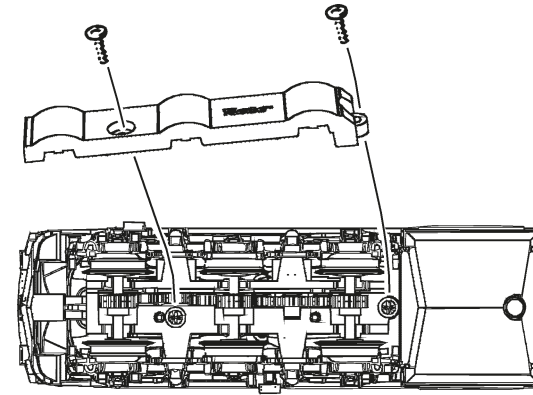
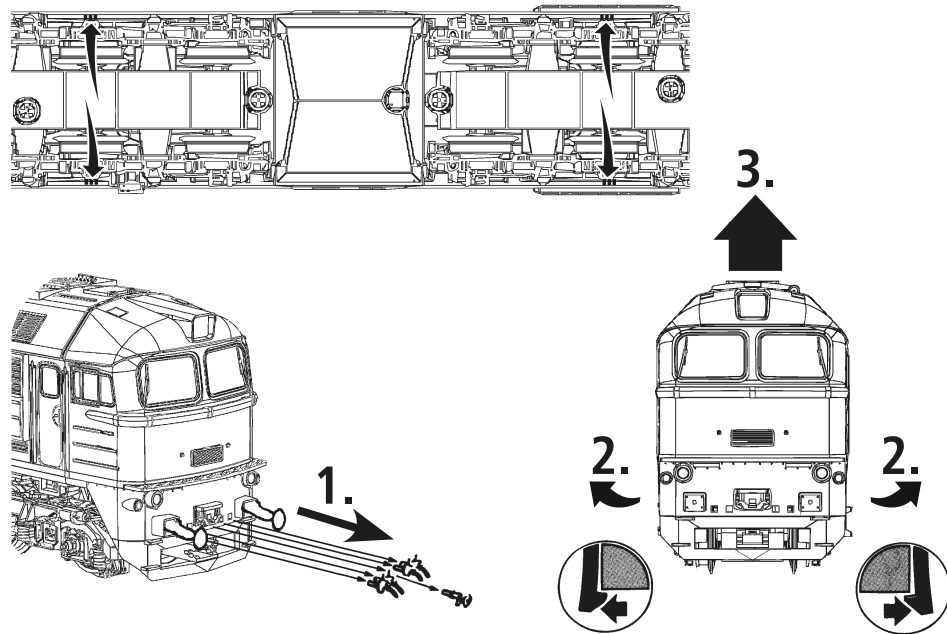

Fig. 3
Fig. 5
**Mehrzugbetrieb:** Zuerst Lokgehäuse abnehmen (Fig. 3). Danach den Brückenstecker aus der Schnittstelle entfernen (diesen sorgsam aufbewahren). Danach den Stecker des Steuerbausteins lagerichtig einsetzen (siehe Fig. 5).
**2. Schmierung:** Versehen Sie die im Schmierplan in Fig. 7 gekennzeichneten Stellen mit nur **kleinen Öltropfen**. Dazu zuerst das Lokgehäuse abnehmen (Fig. 3). Wir empfehlen den **ROCO Öler Art.-Nr. 10906**. Fürs Schmieren der Getriebeteile (Zahnräder, Schnecke) empfehlen wir das **ROCO-Spezialfett Art.-Nr. 10905**. Im Falle der Schmierung diese Teile **nicht ölen**.
**4. Kohlebürstenwechsel:** Lokgehäuse abnehmen (Fig. 3). Danach wird der Motor ausgebaut und die Kohlebürsten ausgewechselt (Fig. 9).
Remove the jumper from the interface. Finally put the plug of the chip into the interface as shown in fig. 5.
**2. Lubrication:** Apply **tiny oil drops** to spots marked in fig. 7. Prior to lubrication dismantle locomotive (fig. 3). We recommend using item no. **10906, ROCO oiler**. For lubrication the gearparts (e.g. cogwheels, worm) we would recommend our ROCO **special grease** (item no. **10905**).
**4. Carbon Brush Changing:** First remove loco body (fig. 3), and then the motor (fig. 9).
Enlevez la fiche de shuntage de l'interface (à conserver!) et enfichez finalement la fiche du module de télécommande aux prises de l'interface. Veillez à la position correcte de la fiche (voir fig. 5).
**2. Graissage:** N'appliquez **qu'une toute petite goutte** aux endroits indiqués par le plan de graissage (fig. 7) après avoir démonté la caisse de la locomotive (fig. 3). Nous vous recommandons **le graisseur à huile ROCO réf. 10906**. Pour graisser les engrenages (roues dentées, vis sans fin) nous vous conseillons la **graisse spéciale ROCO réf. 10905** pour engrenages en matières synthétiques. Lorsque vous utilisez cette graisse il faut éviter d'huiler ces composants.
**4. Remplacement des balais du moteur:** Démontez la caisse (voir fig. 3). Démontez ensuite le moteur et échangez le balais (fig. 9).